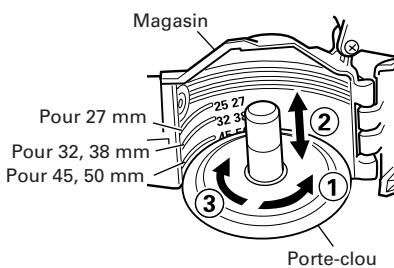

Fig. 3
tourner le porte-clou ③ vers la droite (environ 90 degrés) jusqu'au déclic. (Fig. 3)